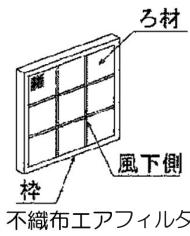

図3-19 粗塵エアフィルタ
- 不織布エアフィルタ、ロングライフェアフィルタなど（図3-19参照）